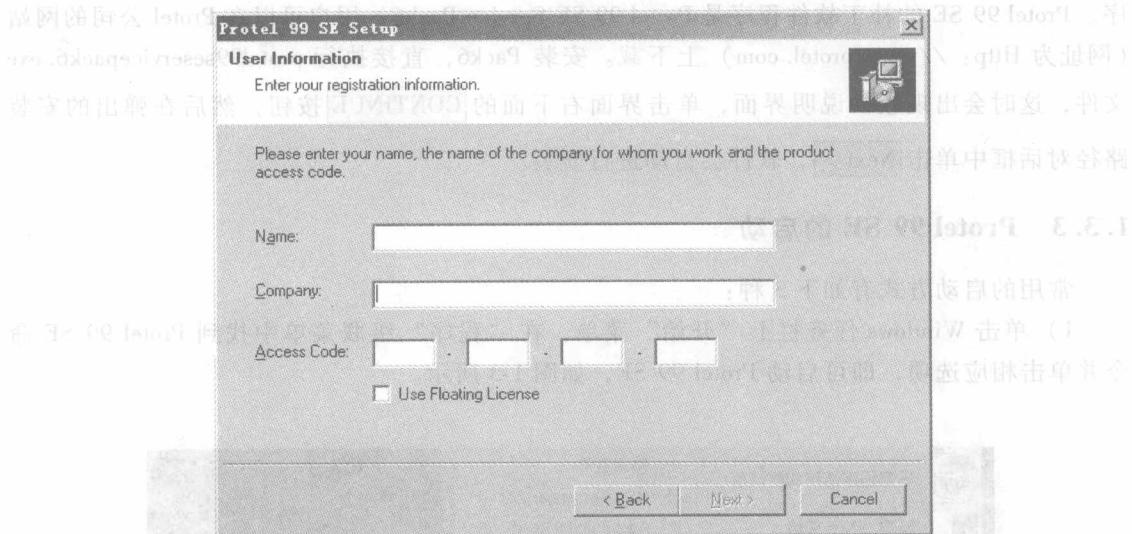

图 1-1 用户注册对话框
1) 在 Protel 99 SE 的安装光盘中找到 setup.exe 文件，双击鼠标左键则开始运行安装程序，出现欢迎安装界面。单击 **Next >** (下一步) 按钮，出现如图 1-1 所示的用户注册对话框。在“Name”框中输入用户名，“Company”框中输入公司名称，“Access Code”框中输入序列号，序列号一般可在文件“安装说明.txt”中找到。